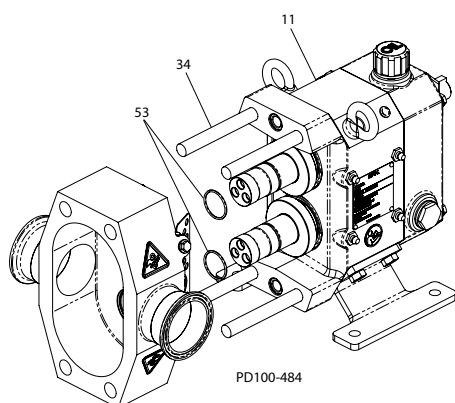

Рисунок 33 - Снятие корпуса насоса
1. При помощи деревянного молотка ударяйте по корпусу до тех пор, пока установочные шпонки не отсоединятся от картера редуктора (Рисунок 33, пункт 11).